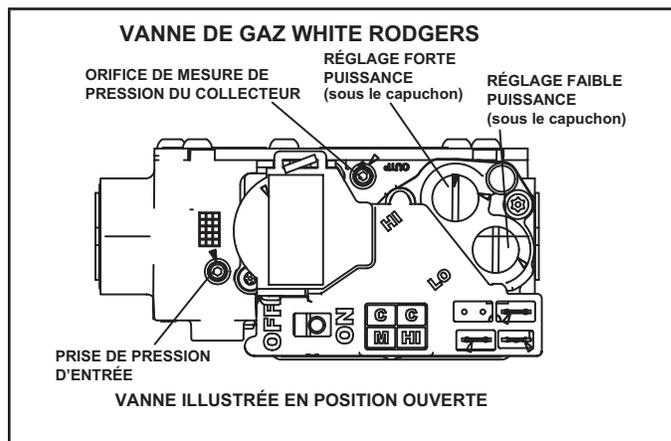

FIGURE 65
Fonctionnement de la vanne de gaz (FIGURE 65)
- 6 - Mettez le contacteur de la vanne de gaz sur **OFF**. Reportez-vous à la FIGURE 65.
- 8 - Mettez le contacteur de la vanne de gaz sur **ON**. Reportez-vous à la FIGURE 65.
Une connexion située sur la vanne de gaz permet d'accéder à la pression d'alimentation. Reportez-vous à la FIGURE 65. Dévissez la vis à tête hexagonale de 3/32 d'un tour, branchez un tube de 5/16 po et branchez un manomètre pour mesurer la pression d'alimentation. Reportez-vous au TABLEAU 22 pour la pression de la conduite d'alimentation.
Une connexion située sur la vanne de gaz permet d'accéder à la pression du collecteur. Reportez-vous à la FIGURE 65. Dévissez la vis à tête hexagonale de 3/32 d'un tour, branchez un tube de 5/16 po et branchez un manomètre pour mesurer la pression du collecteur.
- 5 - Au besoin, faites les ajustements nécessaires. La FIGURE 65 indique l'emplacement des vis de réglage des puissances mini et maxi.